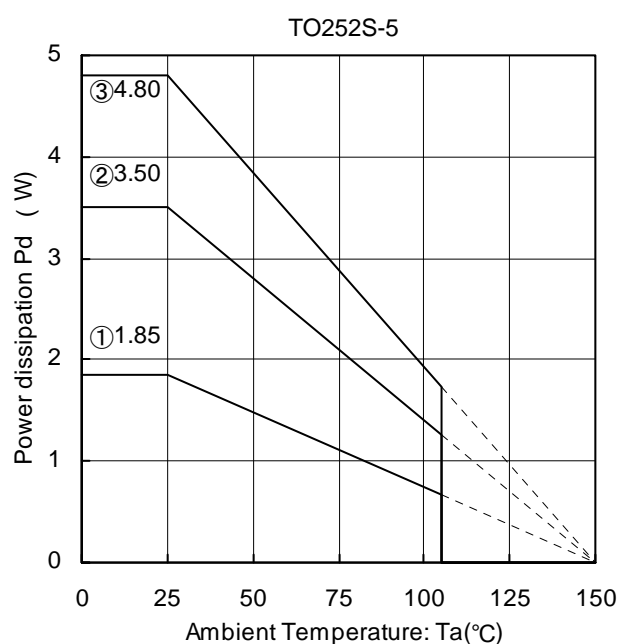

Figure 20.
$$I_O \leq \frac{2.496 - 10 \times I_b}{5} \quad \left[\begin{array}{l} \text{Figure 20 ③: } \theta_{ja} = 26.0^\circ\text{C/W} \rightarrow -38.4\text{mW}/^\circ\text{C} \\ 25^\circ\text{C} = 4.80\text{W} \rightarrow 85^\circ\text{C} = 2.496\text{W} \end{array} \right]$$
Ta=85°Cの時、Figure 20 ③の条件で入出力電位差が 5V、約 500mA 出力できる計算になります。